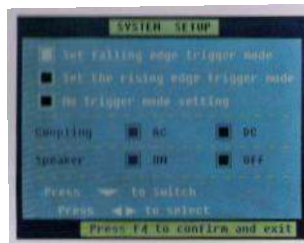

Рис. 2-4-1
4. Нажать F4 и сохранить настройки, покинуть режим настроек, см. рисунок 2-4-1